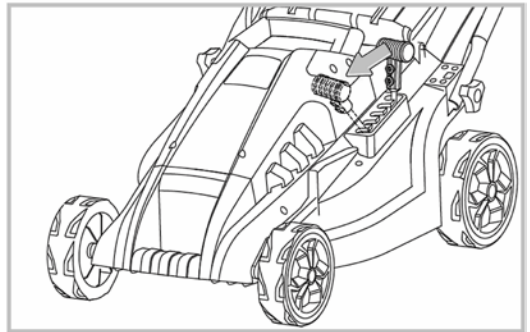

Рисунок 10
3.5.2 Висота скошування газонокосарки **MLM-3850 S** має п'ять рівнів висоти скошування (в діапазоні 20-65 мм), які встановлюються наступним чином (дивіться рисунок 10):